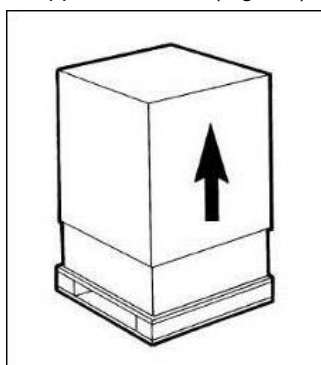

Fig. 23
- a. Dopo aver rimosso l'imballo, **conservarne tutti gli elementi per lo stoccaggio invernale** e accertarsi dell'integrità dell'apparecchiatura (Fig. 23).